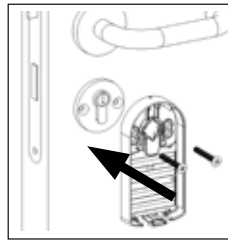

Abb. 2
- 3.2 Schieben Sie auf der Innenseite der Tür die Rückenschale über den Zylinder indem Sie den Zylinder in die Öffnung der Rückenschale führen (Abb. 2). Der Zylinder darf nicht zu weit hervorstehen (Abb.3), damit die Rückenschale spaltfrei und ohne Verbiegen angedrückt bzw. angeschraubt werden kann.